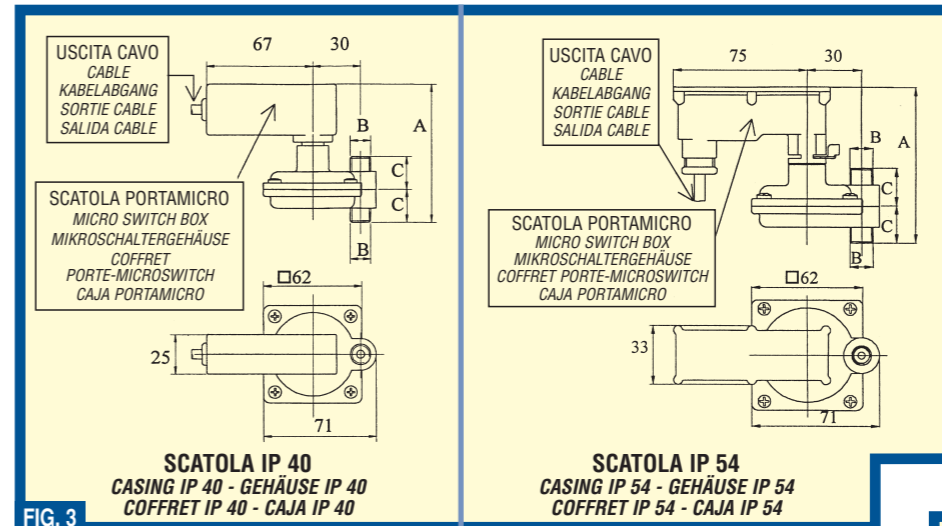

FIG. 3
Fig. 3: **SCATOLA IP40:** collegata al pressostato tramite chiusura a 4 viti della scatola stessa. **SCATOLA IP54:** collegata al pressostato tramite attacco rapido e seeger.
- Fig. 3: **Casing IP40:** is connected to the pressure switch with a 4 screw closure of the box. **Casing IP54:** is connected to the pressure switch by means of a rapid connection and seeger.
- Abb. 3: **Gehäuse IP40:** Am Messingkörper durch das Gehäuse selbst, mittels 4 Schrauben befestigt. **Gehäuse IP54:** Am Messingkörper mittels Schnellverbindung und Seegering verbunden.
- Fig. 3: **COFFRET IP40:** raccordé au pressostat par 4 vis. **COFFRET IP54:** raccordé au pressostat par 4 vis rapides seeger.
- Fig. 3: **Casing IP40:** conectada al presostato mediante cierre con 4 tornillos de la propia caja. **CAJA IP 54:** conectada al presostato mediante conexión rápida y anillo seeger.